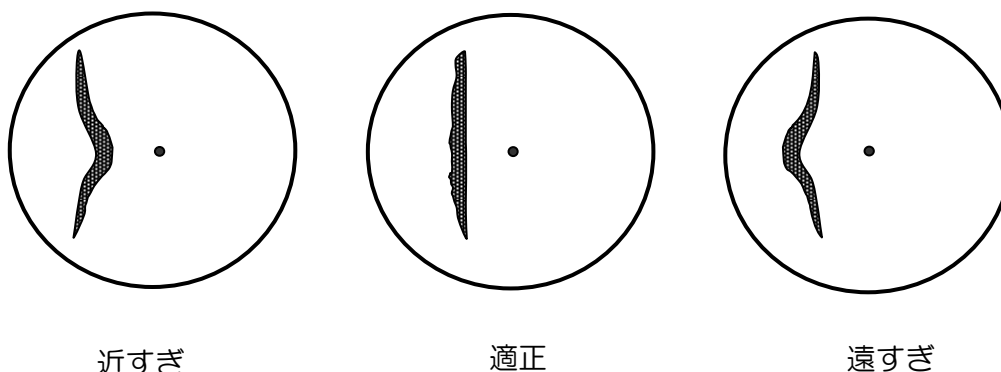

図 3.1 距離調整による映像表示
- (1) 送信画面の状態でレンジの[+](もしくは[-])キーを押して画面のレンジを 0.25NM にします。
- (2) [メニュー]キーを押した後、トラックボールでメンテナンス⇒設置時メニュー⇒距離調整⇒数値入力枠の末桁を反転表示させます。
- (3) トラックボールを上下に操作して数値を変化させ、図 3.1 のように直線状の物標が画面上で直線に表示されるように調整してください。
- (4) 「決定」キーを押して、調整を終了してください。